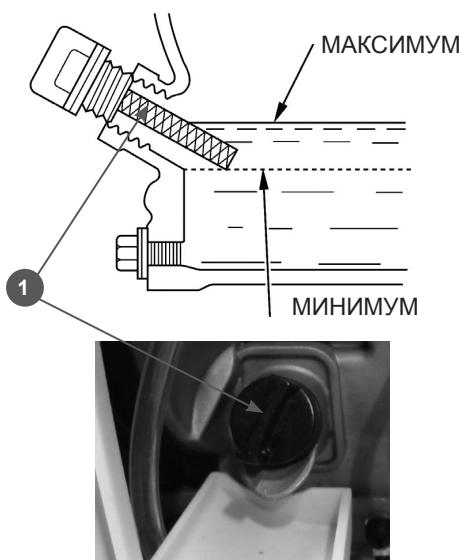

Рис.6
- Снимите крышку/щуп маслозаливного отверстия(1)Рис.6